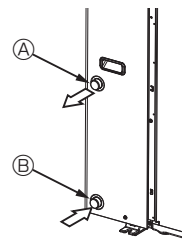

Fig. 4-1
### 4.1. Připojení vodního potrubí (Fig. 4-1)
- Umístění vstupního a výstupního potrubí je znázorněno na Fig. 4-1.
[Fig. 4-1]